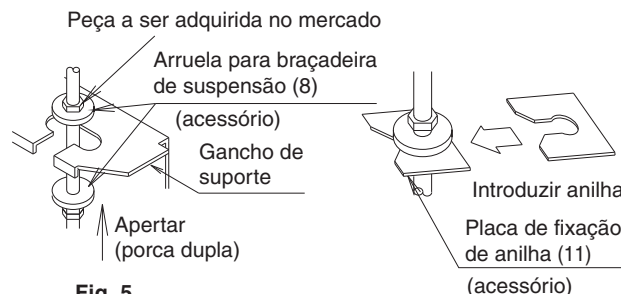

Fig. 5
**(1) Instale provisoriamente a unidade interior.**
- Fixe a consola de suspensão ao perno de suspensão. Certifique-se de que a fixa com firmeza, utilizando uma porca e anilha dos lados superior e inferior na consola de suspensão. **(Consulte a Fig. 5)**